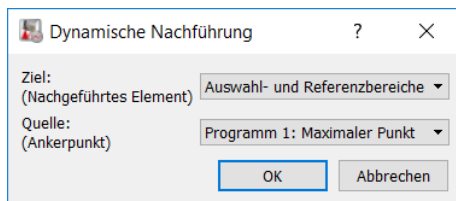
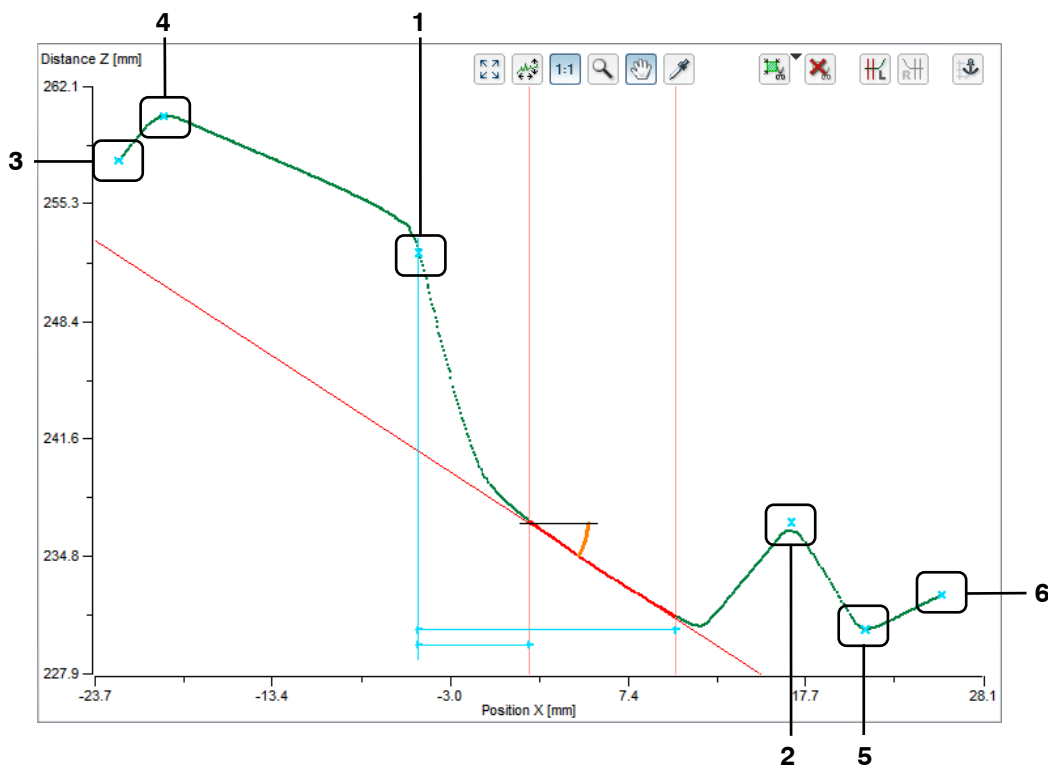

Abb. 3.49: Dialog „Dynamische Nachführung“
Abb. 3.51: Beispiel für mögliche Kandidaten für den Ankerpunkt
Es erscheint der Dialog „Dynamische Nachführung“ (siehe Abb. 3.49). In der 2D-Anzeige werden die potentiellen Kandidaten für den Ankerpunkt türkisfarben hervorgehoben (siehe Abb. 3.51).
- ➡ Wählen Sie im Dialog „Dynamische Nachführung“ (siehe Abb. 3.49) die Bereiche zur Nachführung und den gewünschten Ankerpunkt aus und bestätigen Sie mit „OK“.